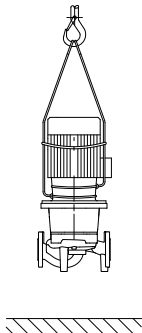

Fig. 34: Pompanın nakliyesi
- Motordaki nakliye halkaları sadece yük bağlanırken kılavuz görevi görür (Fig. 34).